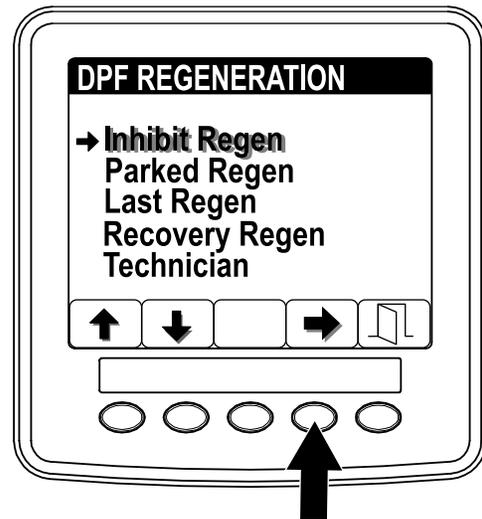

図 41
1. 再生DPF Regenerationメニューから、ボタン 1 と 2 を使ってスクロールして INHIBIT REGEN再生不許可メニューに入る 図 41。
2. ボタン 4 で Inhibit Regen に入る 図 41。